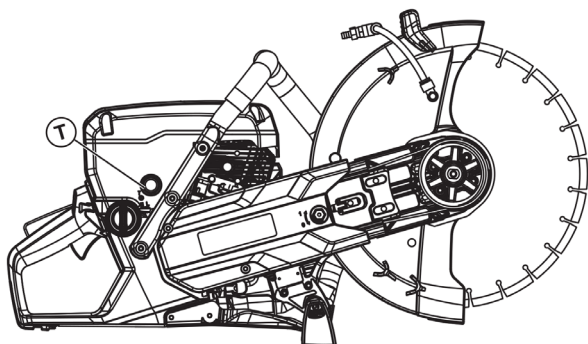

Рисунок 17. Регулювання холостого ходу.
- відрегулювати оберти холостого ходу за допомогою гвинта Т (рис. 17); за необхідності регулювання, спочатку поверніть гвинт за годинниковою стрілкою, доки диск не почне обертатися. Потім повернути гвинт проти годинникової стрілки, доки диск не зупиниться.